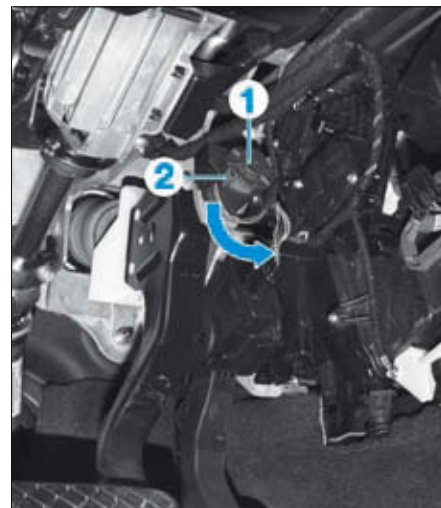

FIG. 14
- Enfoncer complètement le poussoir du capteur de feux stop (1) et le maintenir dans cette position (Fig.14).
- Tourner la bague (2) du capteur dans le sens anti-horaire pour le déverrouiller.